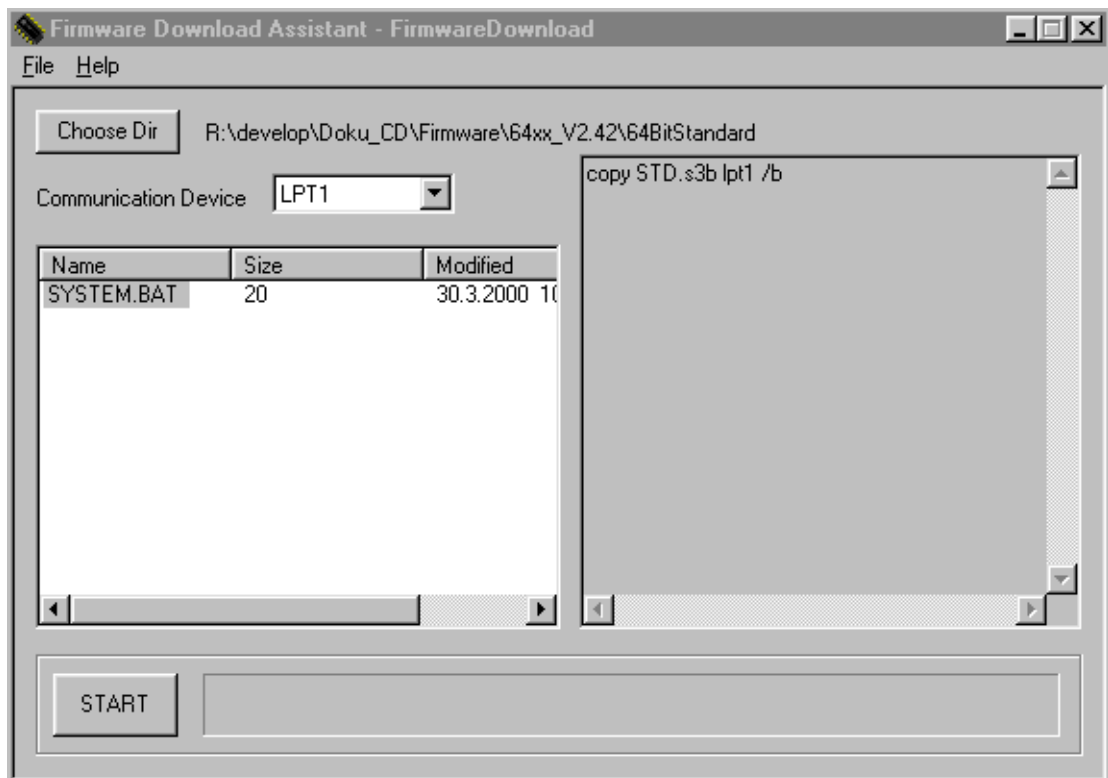

Abb. 5: Programmfenster von „FirmwareDownload“ - hier wählen Sie die betreffende Batch-Datei aus und starten den Ladevorgang.
1. Das Installationsprogramm legt einen Icon auf dem Windows-Desktop an (siehe Abb. 4). Klicken Sie darauf, um das Programm zu starten. Das Programmfenster (Abb. 5) öffnet sich.
2. Klicken Sie auf „Choose Dir“. Ein Dateiauswahl-Fenster öffnet sich. Öffnen Sie das Verzeichnis, das die Firmware-Dateien enthält und klicken Sie darin auf die Datei „System.bat“. Die angeklickte Datei erscheint daraufhin links im Programmfenster (siehe Abb. 5).
4. Klicken Sie im linken Teil des Programmfensters (Abb. 5) auf die Batch-Datei. Rechts erscheinen jetzt die in der Datei enthaltenen Befehlszeilen.